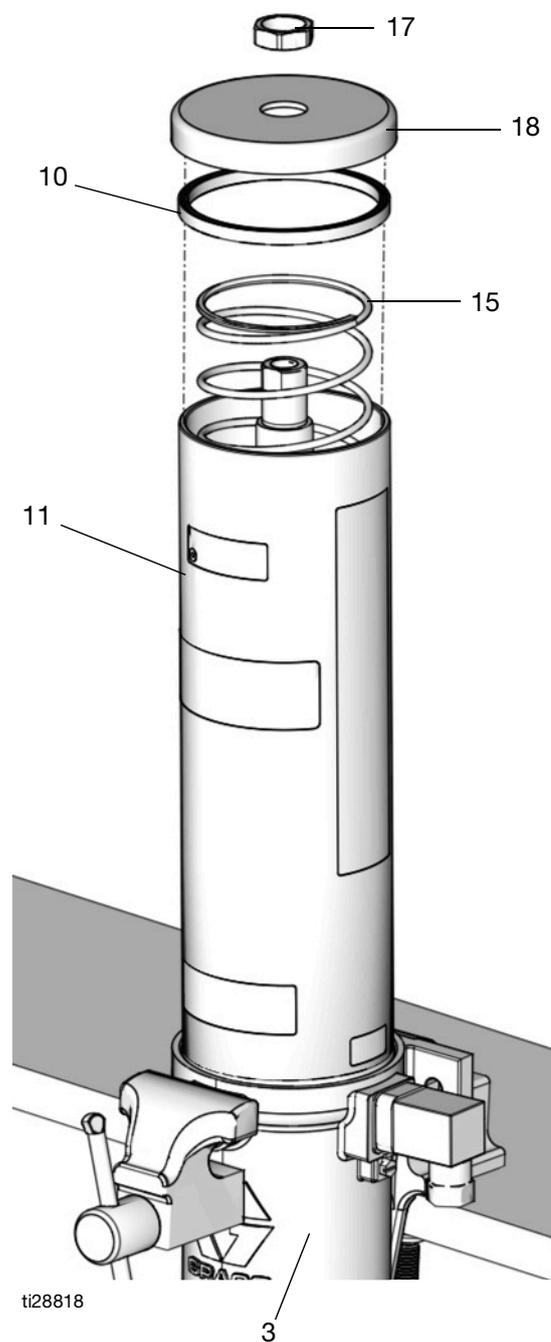

FIG. 14
10. Rimuovere il coperchio (18) e la molla (15) dal serbatoio (11).
11. Rimuovere il serbatoio (11) dal cilindro del motore pneumatico (3) (FIG. 14). In caso di sostituzione delle guarnizioni del serbatoio (10), togliere le guarnizioni dal serbatoio. Smaltire le guarnizioni secondo le norme vigenti per il corretto smaltimento.